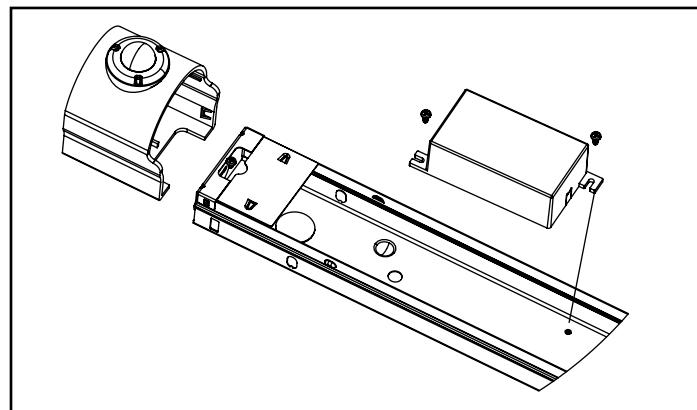

Figure 1
2. Installez le module de contrôle du capteur avec le matériel fourni à l'emplacement de montage indiqué à la figure 1.
2. Instale el módulo de control del sensor con la tornillería suministrada en el lugar de montaje indicado en la Fig. 1.